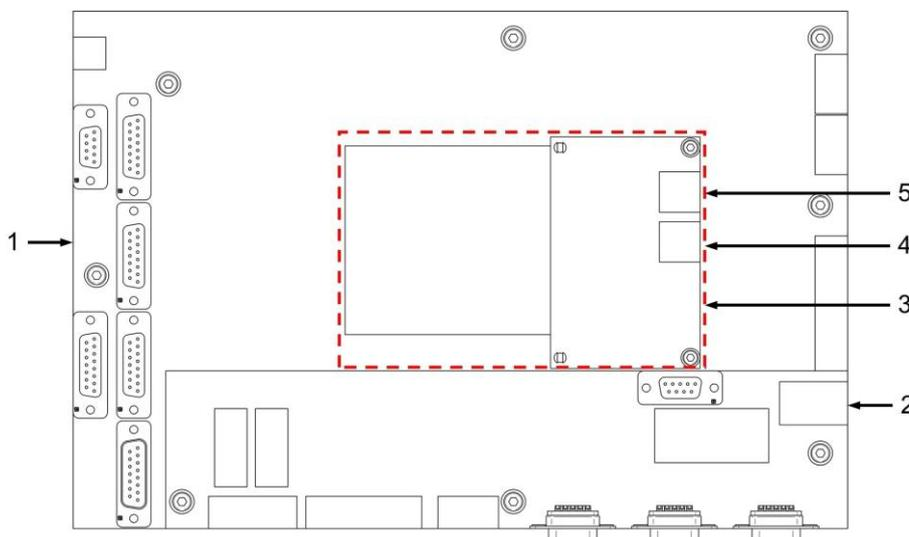

Abbildung 15: Anschluss Datenkommunikation
2. Kabel gemäß Abbildung 15 **anschließen**.